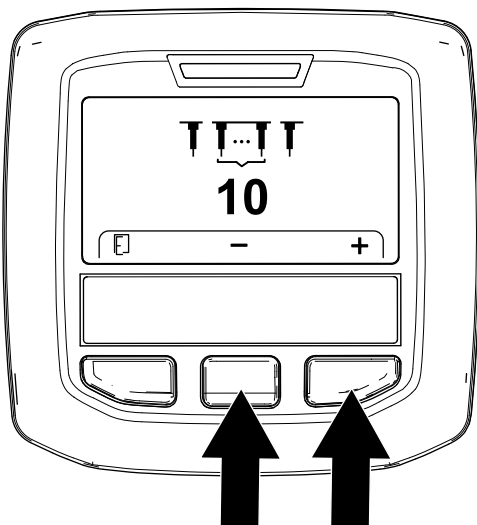

Figura 62
5. Reglai cantitatea de dini (Figura 62) după cum urmează: